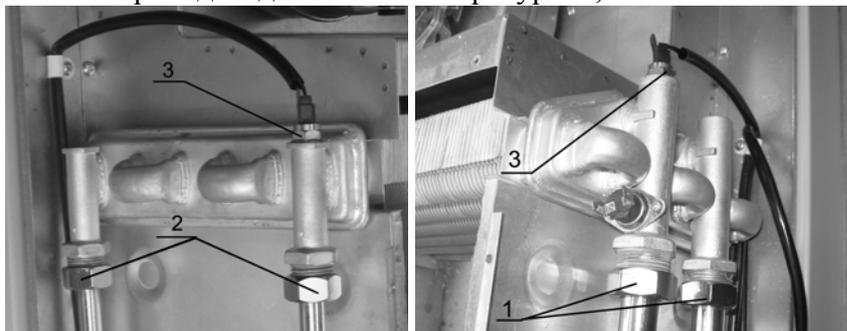

Рис. 9
- ✓ ключом на 30 отвернуть гайки 1 крепления труб контура отопления к теплообменнику (рис. 9);